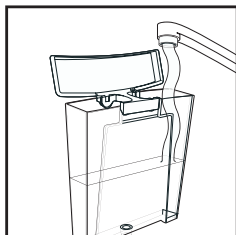

Рис. 1
- **Внимание! Перед первым использованием кофеварки извлеките красную резиновую пробку из резервуара для воды (16).**
- Снимите емкость (16), наполните ее холодной водой до отметки MAX и установите на место (рис. 1).